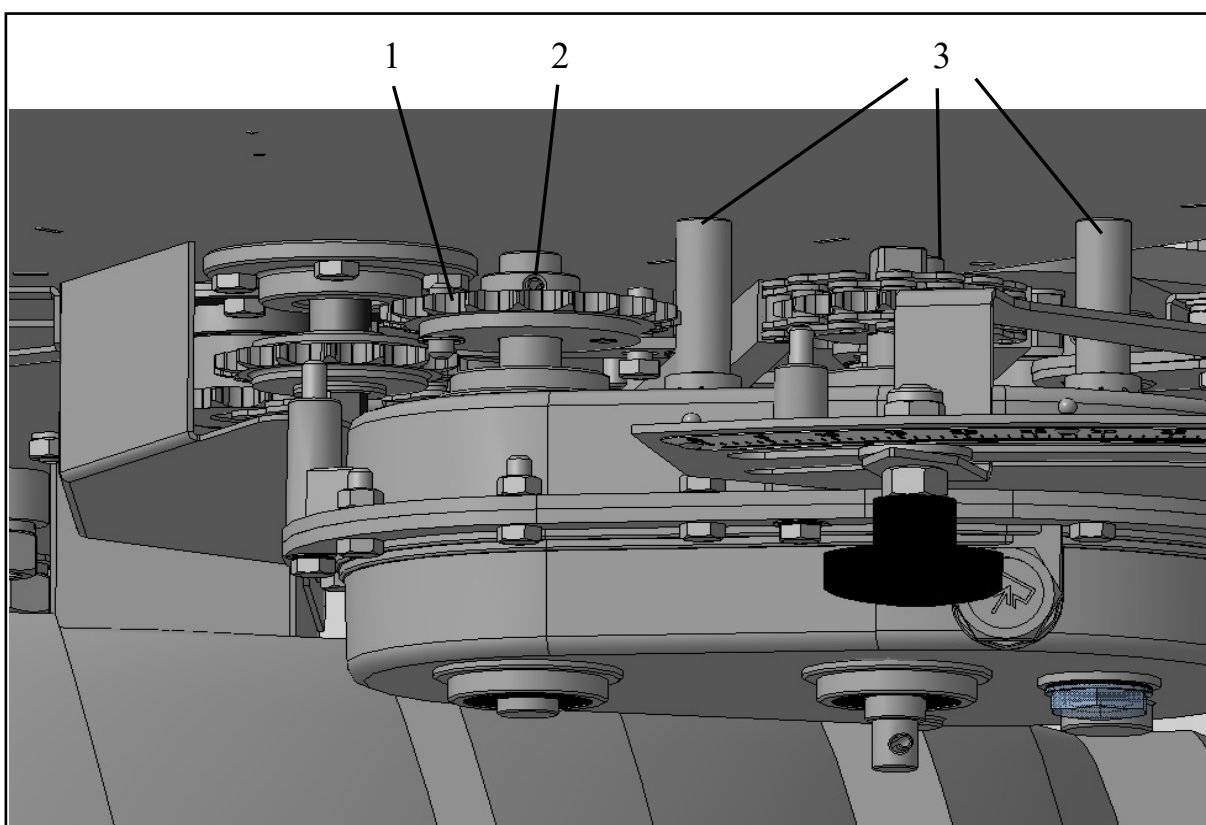

Рисунок 16.2
- 1) Снять верхнее ограждение (1) вариатора. Для этого необходимо выкрутить два болта (2) (M8x70).
- 2) Снять цепь со звёздочки предохранительной муфты (1) (рис. 16.2).
- 3) Извлечь штифт (6x30) (2) (рис. 16.2), соединяющий предохранительную муфту с валом вариатора.
- 4) Ослабить болты крепления (3) вариатора и снять муфту (1) с вала.